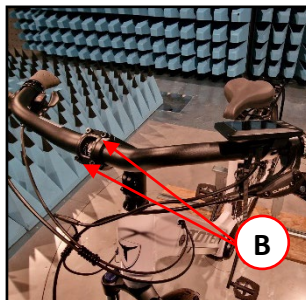

Figura 2 – Viti di fissaggio rotazione longitudinale manubrio.
5. Svitare le quattro viti presenti sul canotto di collegamento del manubrio e ruotare longitudinalmente il manubrio fino alla posizione desiderata. Una volta regolato il manubrio, stringere le quattro viti di fissaggio (Rif. B in Figura 2).